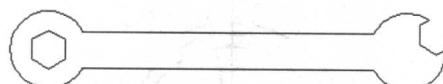

图 1-19
(7) 单击“修改”|“修剪”命令，剪除多余线段，结果如图 1-19 所示。